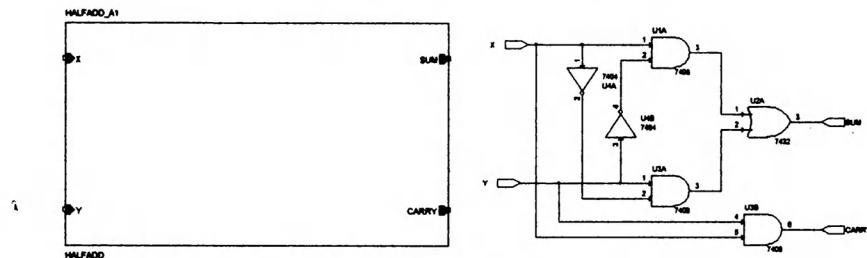

Рис. 18.11. Проверка правильности иерархического блока
**Примечание.** Для того чтобы проверить, является ли иерархический блок правильным, выделите его, щёлкните правой кнопкой мыши на блоке и выберите Descend Hierarchy. Должна появиться ранее созданная схема полусумматора (рис. 18.11).